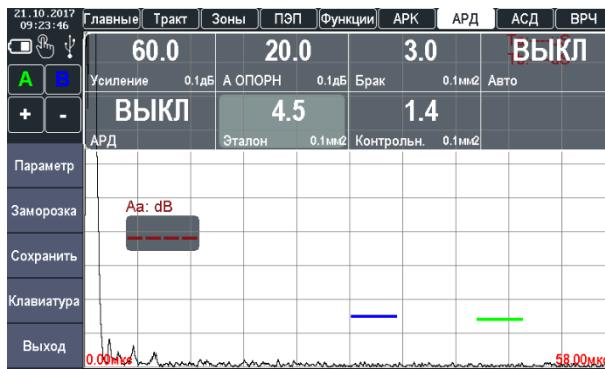

Рисунок 2.50 – Установка эквивалентной площади отражателя
2. Указать площадь эквивалентного отражателя в параметре «ЭТАЛОН» (в  $\text{мм}^2$ ), см. рис. 2.50.